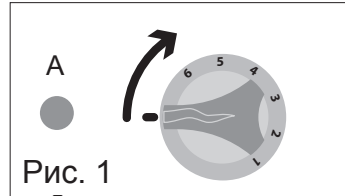

Рис. 1
1. Необходимо установить требуемую температуру с помощью регулятора (рис. 1);